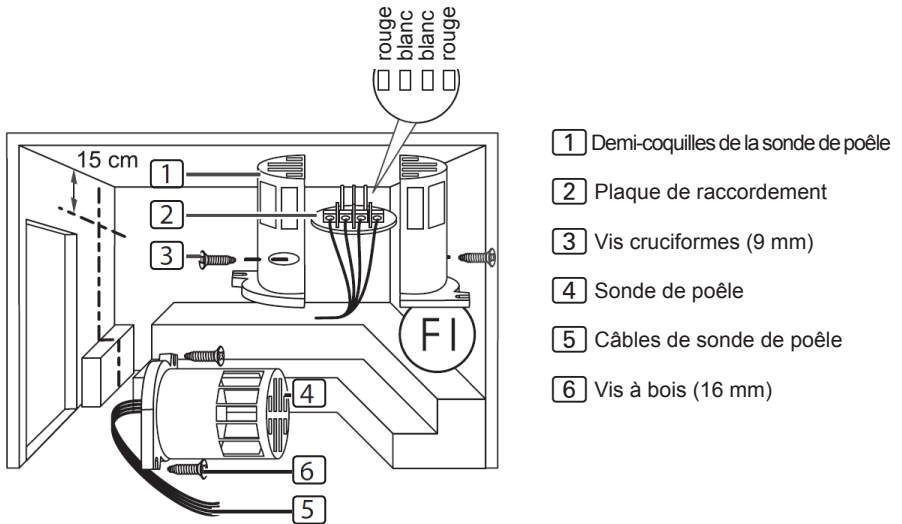

Fig. 4 Montage de la sonde de poêle (F1)
Pour le montage de la sonde de poêle, suivez les étapes suivantes (voir **Fig. 4**) :
3. Branchez les quatre raccordements du câble de la sonde de poêle **5** conformément à la **Fig. 4**.
4. Posez la plaque de raccordement **2** transversalement (voir **Fig. 4**) dans les demi-coquilles de la sonde de poêle.